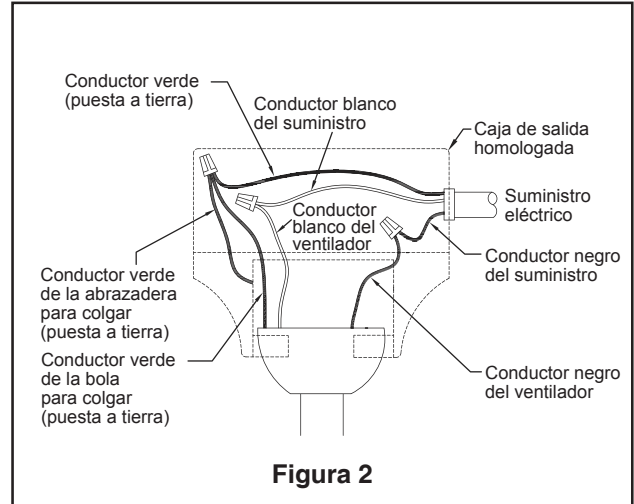

Figura 2
### Caja profunda (Figura 2)
2. Retire el clip de horquilla y pasador de horquilla de la parte inferior de la bola para colgar. Retener el pasador y clip para la reinstalación en el paso 4. (Figura 2)
Debe colgar el ventilador a una distancia mínima de 2,13 m desde las aspas hasta el piso. (Figura 2)
1. Conecte el conductor verde con conexión a tierra de la bola para colgar y el conductor verde con conexión a tierra de la abrazadera para colgar al conductor de suministro con conexión a tierra (posiblemente un conductor desnudo o un cable con aislante verde). Conecte los cables a los conectores provistos de forma segura. Conecte el conductor blanco del motor del ventilador al conductor blanco (neutro) mediante el conector provisto de forma segura. Conecte el conductor negro del motor del ventilador y el conector azul al conducto negro mediante el conector provisto de forma segura. (Figura 2)
### 2. Restaure la fuente de alimentación de la toma de corriente enciendi la electricidad del fusible principal. (Figura 2)